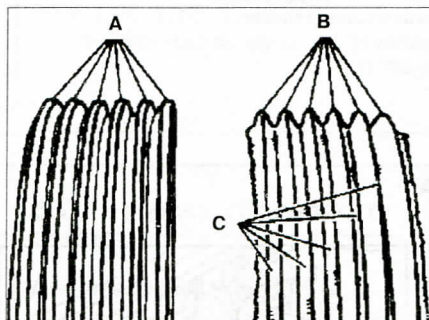

Рис. 1.2. Износ кромок клиновидных ребер ремня **B** и оголение корда в выемках ремня **C**.
- износ кромок клиновидных ребер ремня **B** и оголение корда в выемках ремня **C**; на новых ремнях ребра имеют трапецеидальную форму **A** (рис.1.2);